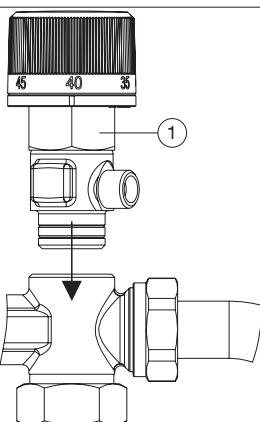
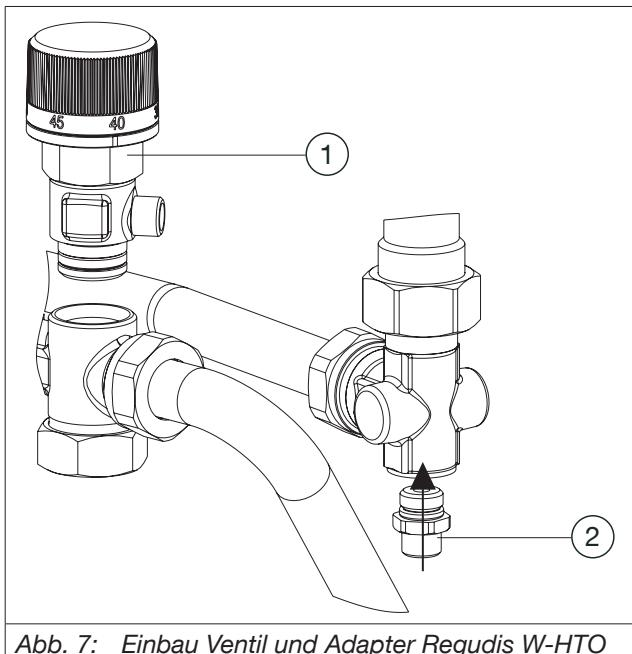

Abb. 4: Einbau Ventil Regudis W-HTU/TU und Regudis W-HTF
Abb. 7: Einbau Ventil und Adapter Regudis W-HTO
(1)	Überwurfmutter SW 32
(2)	Adapter SW 16
- Schrauben Sie das Ventil in den Verteiler (siehe Abb. 4). Beachten Sie die Ausrichtung des Ventils (die weiße Markierung des Handrads muss nach vorne zeigen). Schrauben Sie das Gehäuse so weit ein, bis der Dichtring vollständig vom Gehäuse verdeckt ist, dann ist die Verbindung selbstdichtend.
- Winkel (siehe Abb. 7).
6. Schrauben Sie das Ventil in den Verteiler (siehe Abb. 4). Beachten Sie die Ausrichtung des Ventils (die Anzeige 45° muss nach vorne zeigen). Schrauben Sie das Gehäuse so weit ein, bis der Dichtring vollständig vom Gehäuse verdeckt ist, dann ist die Verbindung selbstdichtend (siehe Abb. 7).